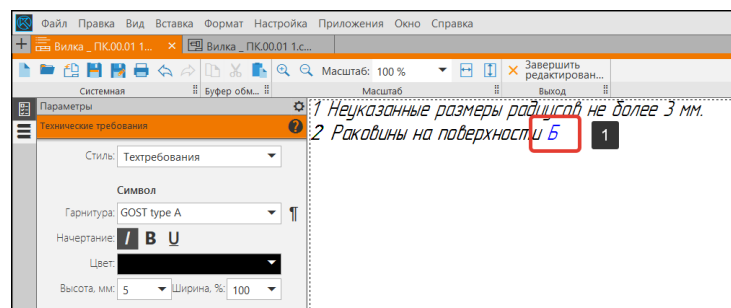

Рисунок 270 – Активная ссылка
- В графическом поле (1) введем технические требования «1. Неуказанные размеры радиусов не более 3 мм. 2. Раковины на поверхности» (Рисунок 270);
В тексте активная ссылка подсвечивается синим цветом (1) (Рисунок 270). Если ссылка горит красным цветом, значит ссылка неактивна, либо потеряна связь на источник. Необходимо отредактировать или задать ссылку заново.